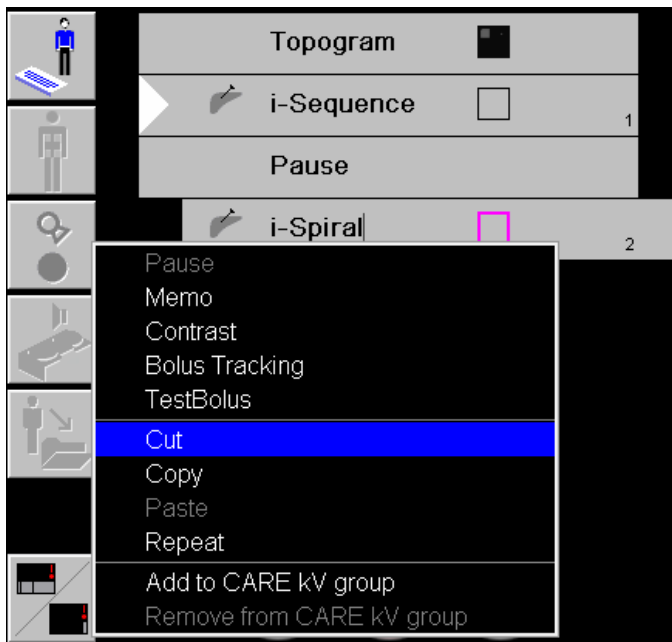

Fig. 1 : Exemple de situation entraînant le problème n°2
- Le système peut se bloquer pendant un flux de travail interventionnel au moment de l'utilisation de la fonctionnalité "Couper". Ce problème existait déjà dans la version précédente du logiciel *syngo* CT VB10 et une amélioration a été apportée avec la version logicielle *syngo* CT VB20, celle-ci n'a cependant pas permis de résoudre entièrement le problème. Le problème apparaît lorsque les conditions suivantes sont remplies : un examen en interventionnel a été lancé et une acquisition I-Sequence ou I-Fluoro a été chargée ou acquise au moins une fois. En outre, l'entrée qui doit être retirée (fonction Couper) est de type interventionnelle et constitue la dernière entrée du déroulement de la séquence. Dans une telle situation, l'option de menu "Couper" provoque un blocage du système qui nécessite un redémarrage du dispositif . Pour plus de détails, merci de vous reporter à la figure 1 ci-dessous.